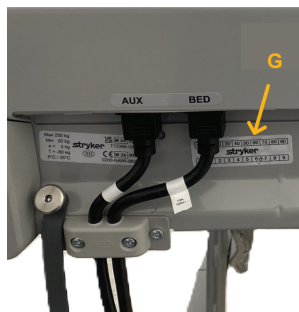

Abbildung 34 – Kennzeichnung des Kalibrierungszählers
4. Entfernen Sie die Kennzeichnung des aktuellen Waagenkalibrierungszählers (Abbildung 34).
6. Bringen Sie gestanzte Kennzeichnung des Waagenkalibrierungszählers am Produkt an (Abbildung 34).